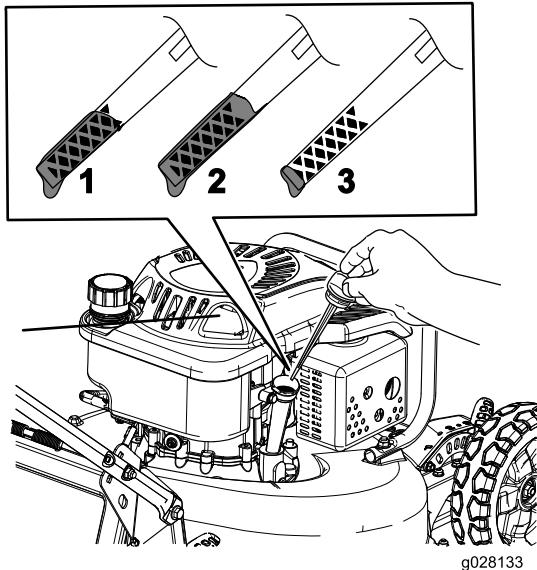

Figura 13
2. Retire la varilla (Figura 13).
- 5. Retire la varilla y observe el nivel de aceite; consulte Figura 13.